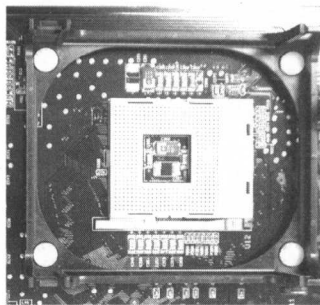

图 1-2
(1) Socket 7 插座: 是在 586 时代最常见的接口类型。它是方形多针脚零插拔力插座, 插座上有一根拉杆, 在安装和更换 CPU 时只要将拉杆向上拉出, 就可以轻易地插进或取出 CPU。Socket 7 插座适用于 Intel Pentium、Pentium MMX、AMD K5、K6、K6-II、K6-III、Cyrix 6X86 等处理器。
(2) Socket 370 插座: Socket 370 插座与 Socket 7 插座的外形差不多, 只不过它有 370 个针脚, 主要适用于 Intel Pentium III Coppermine、Celeron 及 VIA Cyrix III 系列处理器。
(3) Socket 478 插座: Intel Pentium 4/Celeron 处理器都采用的 Socket 478 插座(如图 1-2), 这也是目前主流的 CPU 接口形式。